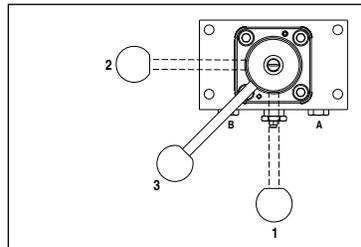

Figura 7
(Véase figura 7)
4. Girar la maneta de control de la válvula a la posición neutral ("3") (consultar figura 7 para posiciones de la válvula).